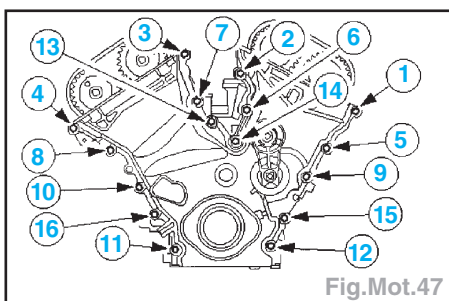

Fig.Mot.47
- Déposer les boulons et les écrous de fixation de couvercle de distribution dans l'ordre indiqué (Fig.Mot.47).